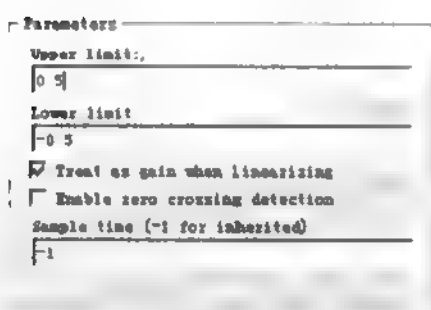

图 10.4 模块 Saturation 模块设置
- 其中模块 Saturation 设置：Upper limit: 0.5, Lower limit: -0.5，如图 10.4 所示。